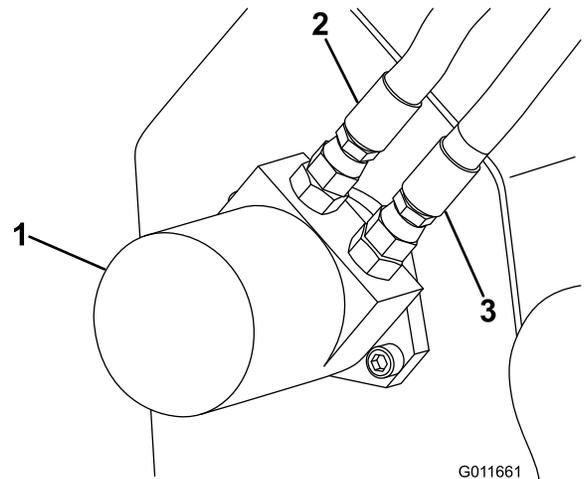

Bild 17
9. Schließen Sie den linken Schlauch am unteren Anschluss am Motor an (Bild 17).
10. Schließen Sie den rechten Schlauch am oberen Anschluss am Motor an (Bild 17).